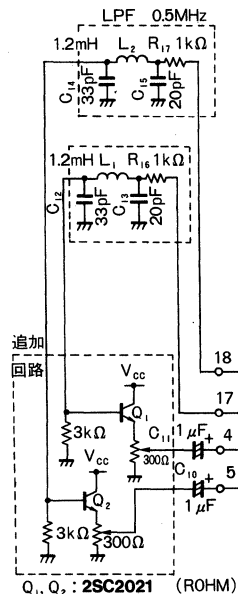

Fig. 11
- 4) 4pin (B-YIN), 5pin (R-YIN) は入力インピーダンスが高いため、パターンの引回しによる外部からの影響や外来ノイズの影響を受けることがあります。このため、Fig. 11 に示す回路を追加して入力インピーダンスを下げて使用することを推奨します。